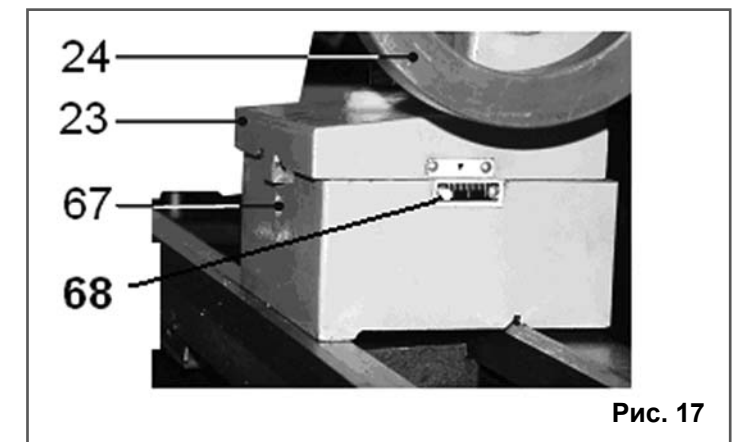

Рис. 17
10.3.8. Конусное точение в центрах можно выполнить, смещая заднюю бабку (23), как показано на рис 17. Два болта (67) служат для фиксации задней бабки (23) в установленном положении, Рис.17. Размер смещения контролируется по шкале (68).